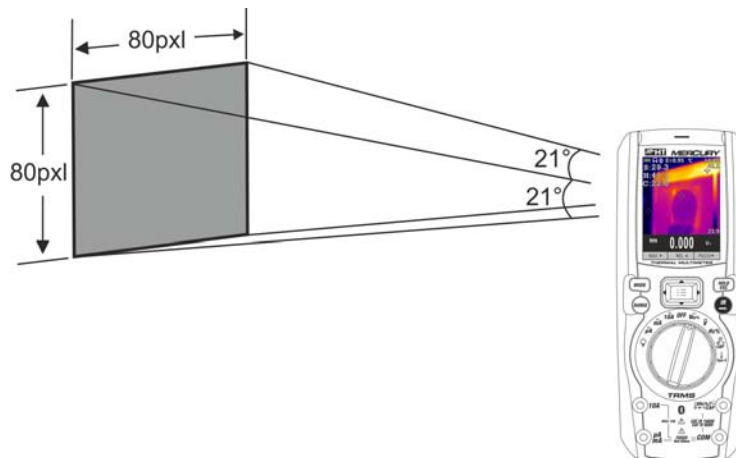

Fig. 39: Représentation du champ visuel (FOV) de l'instrument MERCURY
7. Pour des mesures précises de la température, s'assurer que la surface de l'objet testé soit toujours plus grande que la surface effectivement mesurable par l'instrument, exprimée par son champ visuel (FOV = Field Of View). L'instrument MERCURY a un champ visuel égal à $21^\circ \times 21^\circ$ et un vecteur de mesure de 80×80 (6400) pxl comme le montre la Fig. 39